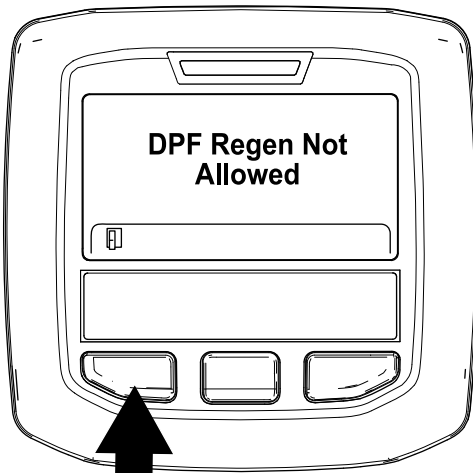

Bild 49
- Wenn der Motorcomputer die Regenerierung nicht zulässt, wird die Meldung „DPF Regen. Not Allowed“ im InfoCenter angezeigt (Bild 49). Drücken Sie die linke Taste, um den Homebildschirm anzuzeigen.